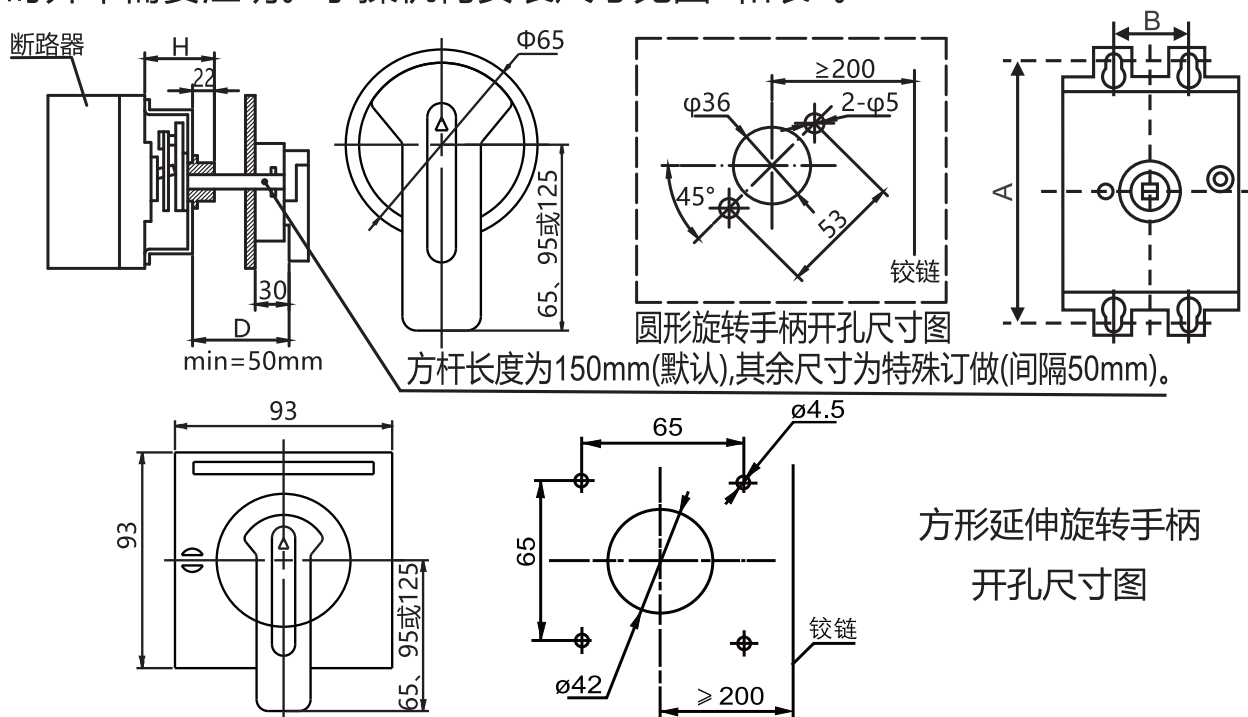

图6 手动操作机构尺寸图
- 4) 手操机构配用操作手柄默认为"A"型圆形手柄, 需要"F"型方形手柄时开单需要注明。手操机构安装尺寸见图6和表9。